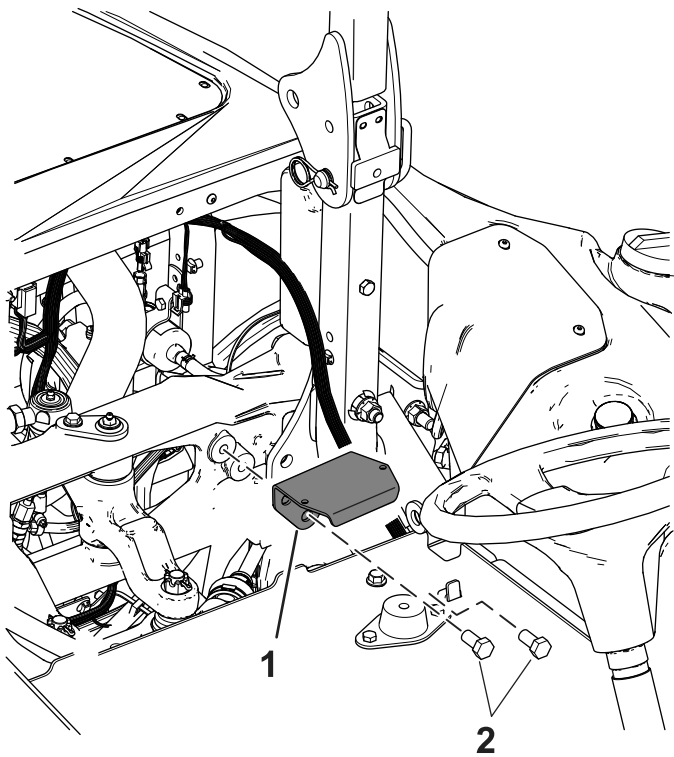

Figura 3
4. Instale el soporte del sensor en el bastidor con 2 pernos ($\frac{1}{2}$ " x 1"); consulte la Figura 3.